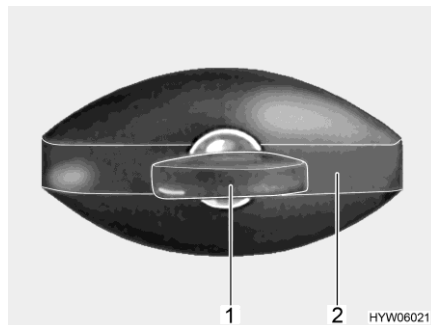

Fig. 78 Serrure du portillon (en forme d'ellipse, fermée)
- Insérer la clé dans le barillet (Fig. 78,1) et la tourner d'un quart de tour dans le sens inverse des aiguilles d'une montre. La poignée de la serrure (Fig. 78,2) ressort.